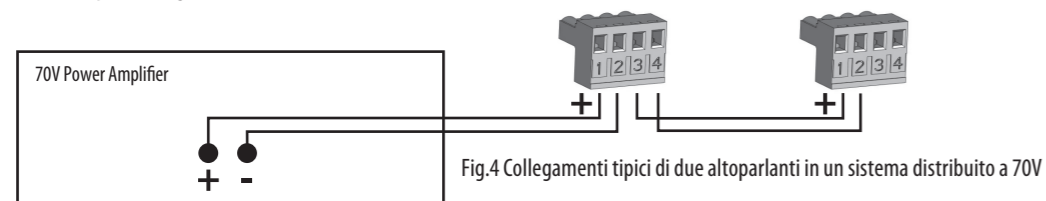

Fig.4 Collegamenti tipici di due altoparlanti in un sistema distribuito a 70V
7. Inserire la griglia spingendola sull'altoparlante. (Fig.4)
Per il collegamento ad altoparlanti aggiuntivi in una linea distribuita (Fig.4),
Bij gebruik van een power driver adviseert Tannoy een aanhaalmoment van 1,5 Nm. (Afb.4)